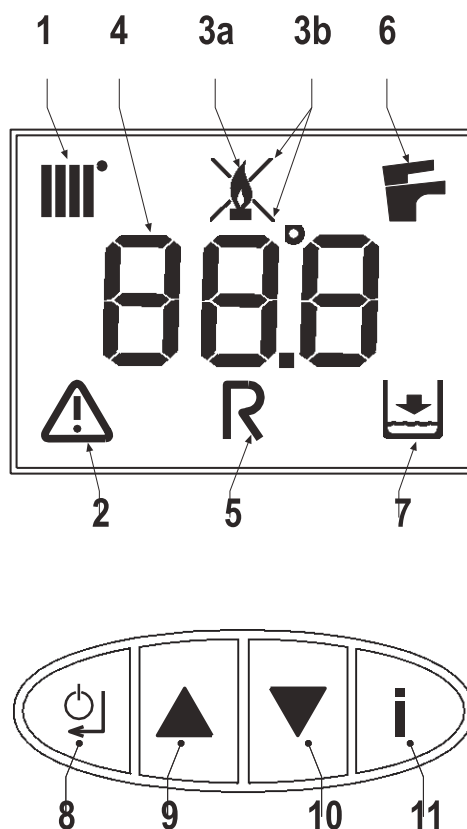

fig. 1 - Kontrolpanel
Anmodning om opvarmning (genereret af kontakt, rumtermostat eller fjernstyring) er angivet ved aktivering af radiatoren (detalje 1 - fig. 1).
Displayet (detalje 4 - fig. 1) viser kedlens temperatur og i standby teksten "d2".
Når fyret kører varmtvandsprioritering, angives det ved aktivering af hanen (detalje 6 - fig. 1).
Displayet (detalje 4 - fig. 1) viser varmtvandsbeholderens temperatur og i standby teksten "d1".
Tryk på knappen on/off (part. 8 - fig.1) i 5 sekunder.
For at tænde enheden, tryk igen på knappen on/off (part. 8 - fig.1) i 5 sekunder. Enheden vil straks være klar til drift.
For at få adgang til menuen brugerindstillinger, tryk på info-knappen (detalje 11 - fig. 1).
Tryk på info-knappen (detalje 11 - fig. 1) indtil man ser parameteren **u01** i menuen brugerindstillinger.
Tryk på enter-knappen (detalje 8 - fig. 1): der vises den nuværende valgte værdi på parameter **u01**.
Tryk på knapperne (detalje 9 og 10 - fig. 1) for at ændre temperaturen fra mindst 30°C til maksimalt 85°C.
Tryk på enter-knappen (detalje 8 - fig. 1) for at bekræfte indstillingen.
Efterfølgende trykkes på info-knappen (detalje 11 - fig. 1) indtil selve menuen forlades.
Tryk på info-knappen (detalje 11 - fig. 1) indtil man ser parameteren **u02** i menuen brugerindstillinger.
Tryk på enter-knappen (detalje 8 - fig. 1): der vises den nuværende valgte værdi på parameter **u02**.
Tryk på knapperne (detalje 9 og 10 - fig. 1) for at ændre temperaturen fra mindst 10°C til maksimalt 65°C.
Tryk på info-knappen (detalje 11 - fig. 1) indtil man ser parameteren **u03** i menuen brugerindstillinger.
Tryk på enter-knappen (detalje 8 - fig. 1): der vises den nuværende valgte værdi på parameter **u03**.
Tryk på knapperne (detalje 9 og 10 - fig. 1) for at indstille funktionen sommer (0) eller funktionen vinter (1).
Tryk på info-knappen (detalje 11 - fig. 1) indtil man ser parameteren **u04** i menuen brugerindstillinger.
Tryk på enter-knappen (detalje 8 - fig. 1): der vises den nuværende valgte værdi på parameter **u04**.
Tryk på knapperne (detalje 9 og 10 - fig. 1) for at indstille funktionen Economy (0) eller Comfort (1).
Efterfølgende trykkes på info-knappen (detalje 11 - fig. 1) for at forlade selve menuen.
Tryk på info-knappen (detalje 11 - fig. 1) indtil man ser parameteren **u05** i menuen brugerindstillinger.
Tryk på knapperne (detalje 9 og 10 - fig. 1) for at ændre den maksimale effekt fra 1 (minimum) til 5 (maksimum).
Tryk på info-knappen (detalje 11 - fig. 1) indtil man ser parameteren **u06** i menuen brugerindstillinger.
Tryk på enter-knappen (detalje 8 - fig. 1): der vises den nuværende valgte værdi for parameter **u06**.
Tryk på knapperne (detalje 9 og 10 - fig. 1) for at ændre driftsmåden:
Tryk på info-knappen (detalje 11 - fig. 1) indtil man ser parameteren **u07** i menuen brugerindstillinger.
Tryk på enter-knappen (detalje 8 - fig. 1): der vises brænderens aktuelle effekt (trin) og flammestatus.